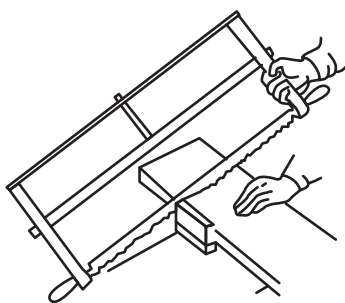

Рис. 25. Работа лучковой пилой
2. Правильно держать инструмент и работать им. Запомните, что при пилении двигается только правая рука (если вы правша)!левой рукой поддерживают заготовку (рис. 25). Если же вместе с рукой двигается туловище, то быстро наступает усталость.